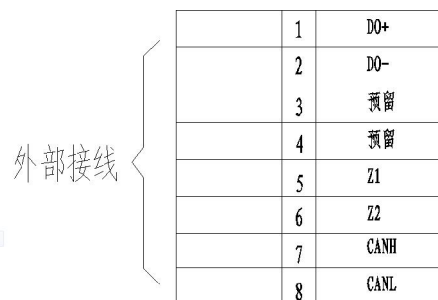

图 2
1) 监控系统接线端子置于主机柜内，有 8 个单排接线端子，其端子接线图如图 2 所示。